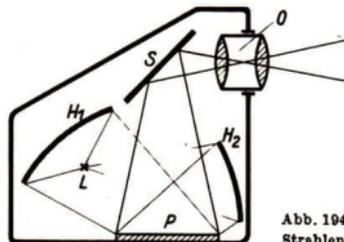

Abb. 194
**2. Das Episkop.** Will man Lichtbilder von undurchsichtigen Gegenständen, etwa von Postkarten, Buchseiten u. dgl., erzeugen, so bedient man sich des sog. *Episkops*2) (Abb. 194). Bei ihm wird das von der Lichtquelle  $L$  ausgehende Licht mittels zweier Hohlspiegel  $H_1$  und  $H_2$  auf den am Boden des Gehäuses liegenden Gegenstand  $P$  geworfen. Ein ebener Spiegel  $S$  läßt das von  $P$  zurückgestrahlte Licht in das Objektiv  $O$  gelangen, das das Lichtbild auf den Schirm wirft.